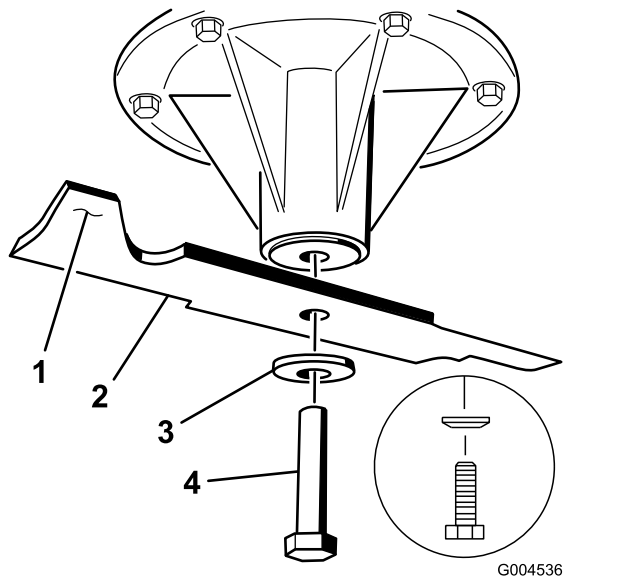

Figure 96
- Placez la lame sur l'axe (Figure 96).
- Mettez en place la rondelle élastique et le boulon de la lame (Figure 96).